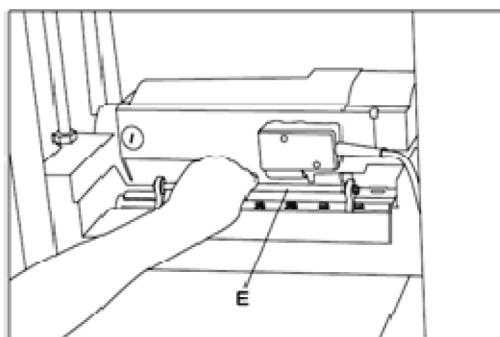

Рис. 20
1. Для установки высоты выступа ножа на 1,5 мм используйте шаблон для установки ножей (E) (Рис. 20), поместив его на режущую головку и на режущие ножи.